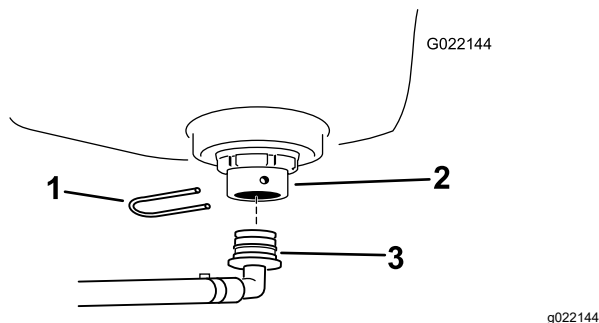

Figure 12
- Posez le raccord cannelé du réservoir de rinçage sur le raccord de traversée et fixez-le avec un étrier (Figure 12). Tournez le raccord face à l'arrière.